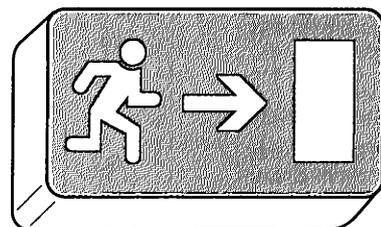

Fig. 12 : Faces avant de bloc de balisage.
3.2. Bloc de balisage autonome (fig. 12)